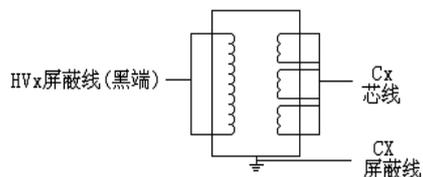
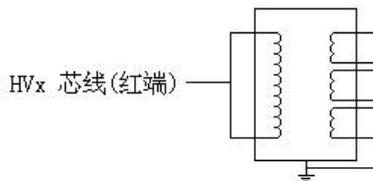

图9 CT接法
图10 CT接法
(1) 一次侧对二次侧（电磁式，没有末屏）
- A. 接线见图 9
(2) 一次侧对末屏（电容式，有末屏）
- A. 接线参考见图 9 Cx 芯线接末屏
(3) 一次侧对二次测及地
- A. 接线见图 10